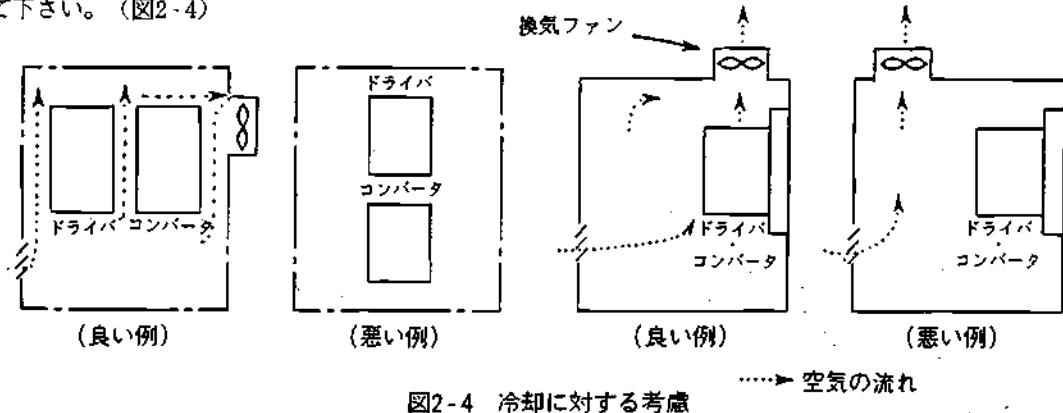

図2-4 冷却に対する考慮
- (3)多軸構成とし、1つの収納盤に複数のドライバを配置する場合は、特に冷却に対する考慮をして下さい。
- (4)NPSA-D型コンバータとドライバには冷却用プロアを使用しています。通風の妨げとならないように空間をとって下さい。
- (5)盤内に収納する場合、複数台のドライバを収納するときや、盤内換気用ファンを取付ける場合、換気ファンの取付位置が悪いとドライバの周囲温度が上昇したり換気効果の低減をおこしますので十分な注意をして下さい。(図2-4)